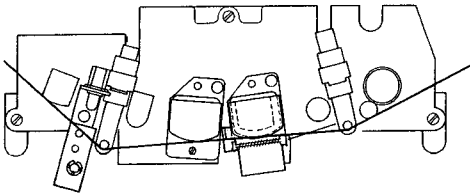

Fig. 4.4.-1
- Bandabhebemagnet lösen und soweit verschieben, bis der Bandlauf am Wiedergabekopf auf der Höhe des Abschirmgehäuses liegt (Fig. 4.4. - 1).
- Loosen mounting screws of tape lift solenoid and reposition solenoid until the lifted tape runs at the height of the playback head on the shield (see figure 4.4. - 1).